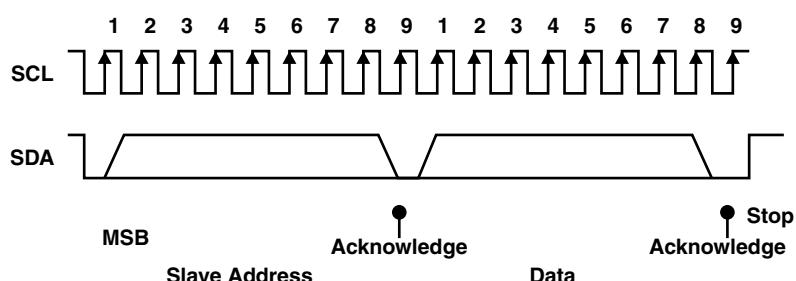

図 19. I²C アドレスおよびデータサイクル
- マスターはさらなるSCLサイクルを発生して、スレーブへのデータ転送(R/Wビットが1)あるいはスレーブからのデータの受け取り(R/Wビットが0)を行います。いずれの場合でも、レシーバ(受け手)はトランスマッタ(送り手)が送るデータを承認する必要があります。したがって、アクノリッジ信号はどちらがレシーバになるかによって、マスターあるいはスレーブのいずれも発生できます。8ビットのデータと1ビットのアクノリッジからなる9ビットの有効データのシーケンスは、必要なだけ続けることができます(図19参照)。